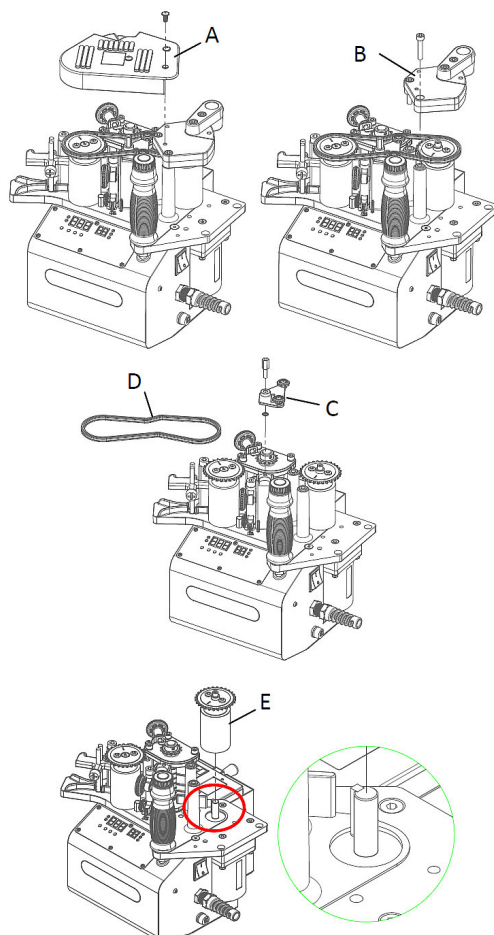

Abb. 23: Fehlerbehebung
Entfernen Sie zuerst die obere Lüftungsabdeckung (A) und die Plattenhalterung (B), dann die Kettenplatte (C) sowie die Kette (D). Danach entfernen Sie die Vorschubrolle (E), um den Spalt zwischen den Getrieben zu reinigen. (Abb. 23).